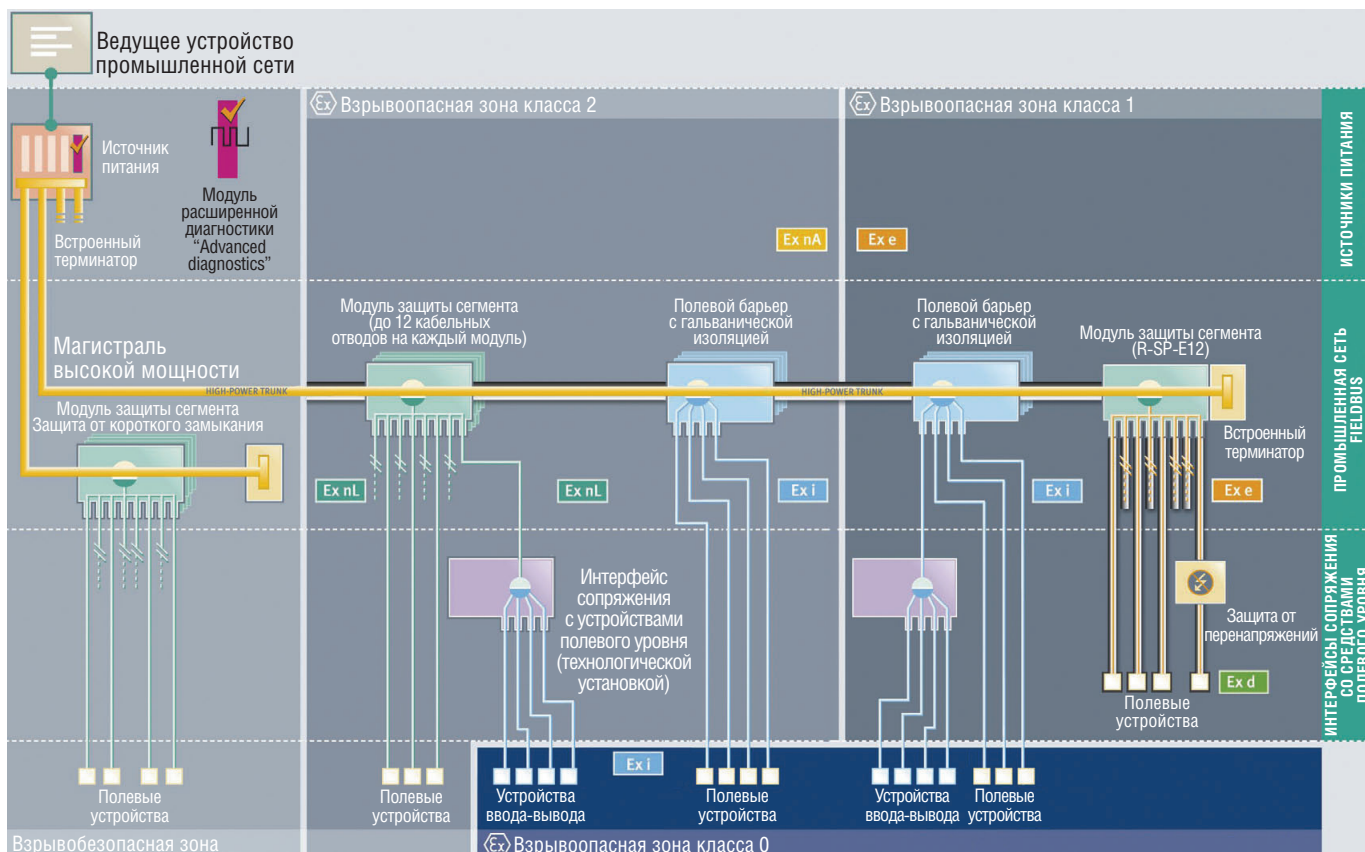

Рис. 1. Концепция архитектуры High-Power Trunk для промышленной сети в системах автоматизации
Концепция магистрали повышенной мощности High-Power Trunk (рис. 1) является широко распространённой для применений во взрывоопасных зонах и общепромышленных приложениях. Частью концепции является безопасная прокладка магистральной линии в соответствии с IEC 60079-14. Сеть также должна быть оборудована защитой от короткого замыкания и должна работать без ограничения мощности.
Как видно из рис. 1, система с архитектурой High-Power Trunk имеет в своём составе источник питания, кабели, встроенные терминаторы, модули защиты от перенапряжений и интерфейсные
FNICO реализуется ограничением максимального напряжения питания до 17,5 В (чтобы могла использоваться аппаратура FISCO) и ограничением тока короткого замыкания по выходу до уровней, при которых электрический разряд не вызывает воспламенения горючей смеси во взрывоопасной зоне класса 2 для категорий взрывоопасных смесей IIC и IIB (или эквивалентных). Характеристика воспламенения для FNICO была получена эмпирически, а затем опубликована в стандарте IEC 60079-27 и может быть использована любыми производителями источников питания (табл. 1). Ограничение тока, предписанное этой таблицей, является, тем не менее, ограничивающим условием, особенно для магистральной линии, проложенной в зоне с взрывоопасной смесью категории IIC. Между тем дополнительно оговаривается, что при эксплуатации основной магистрали во взрывоопасной зоне класса 2 нет условий для образования электрического разряда, что идентифицируется как защита вида “nA”. В этом случае допускается неограниченный ток от источника питания, который модули защиты сегментов, установленные во взрывоопасной зоне класса 2, подают в каждый отходящий от них кабельный отвод в виде ограниченных токов (то есть применяется защита вида “nA [L]”, обозначенная на рис. 1 как “Ex nL”).
- сегментный соединитель с защитой вида “e” устанавливается во взрывоопасной зоне (на рис. 1 не показан, так как размещается на более высоком уровне промышленной